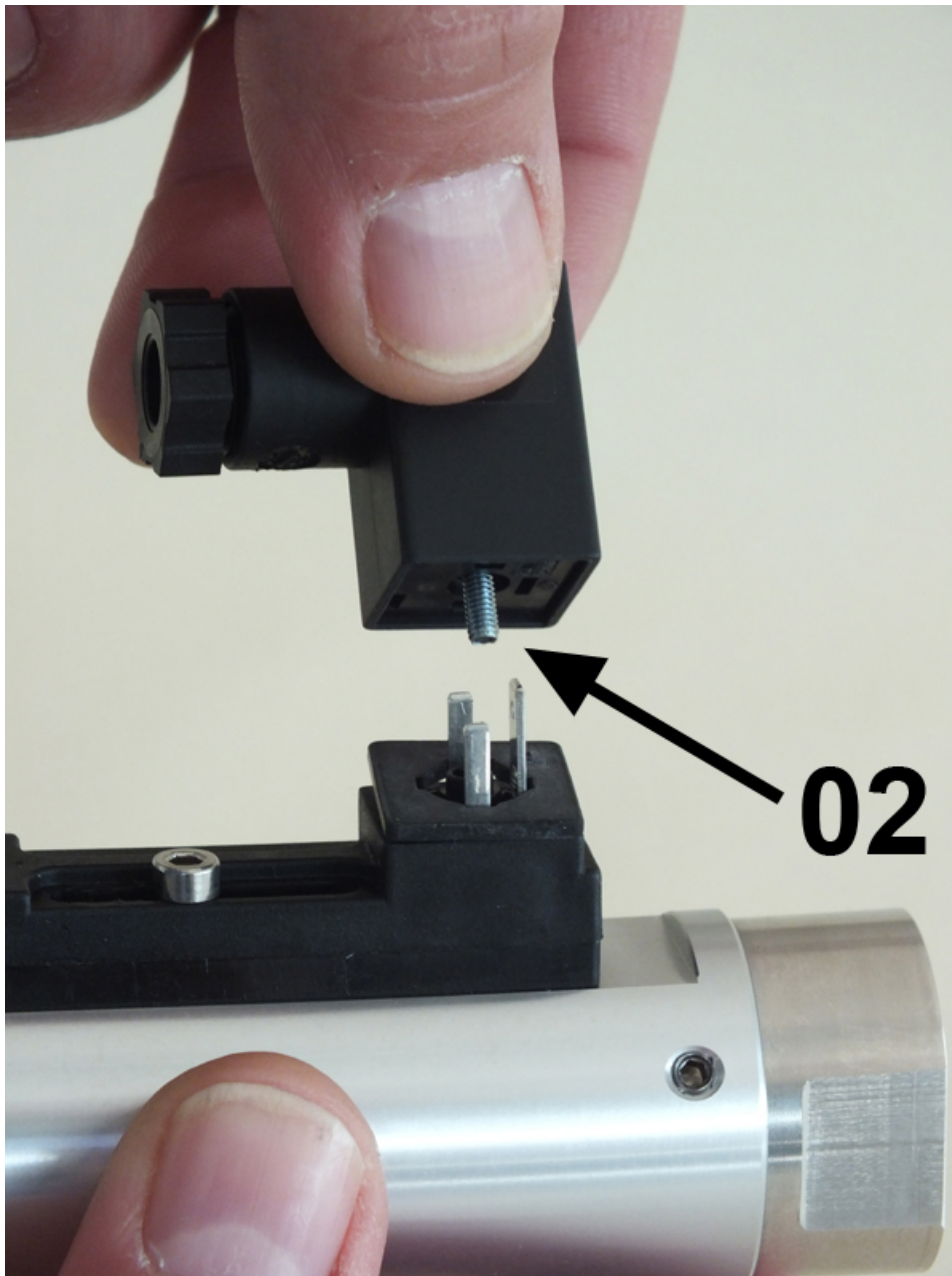

Abb. 22: Steckerdose abziehen
2.  Steckerdose (Abb. 22/02) abziehen